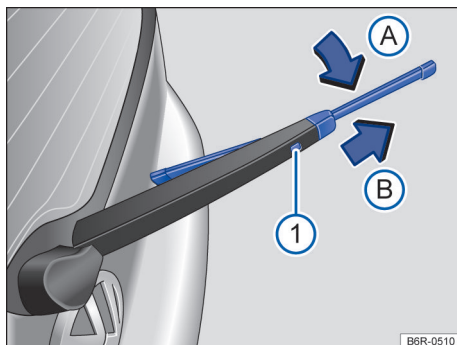

Fig. 109 Substituir a palheta do limpador do vidro traseiro.
- Manter o botão de destravamento → Fig. 109 ① pressionado.
- Virar a palheta do limpador do vidro na direção do braço do limpador → Fig. 109 (seta ①) e, ao mesmo tempo, retirar no sentido da seta ②. Para isso, poderá ser necessário um esforço um pouco maior.
- Introduzir a nova palheta do limpador do vidro traseiro **de mesmo tamanho e modelo** no braço do limpador do vidro traseiro no sentido contrário da seta → Fig. 109 ② até que ela se trave. Para isso o braço do limpador deve estar na posição rebaixada (seta ①).